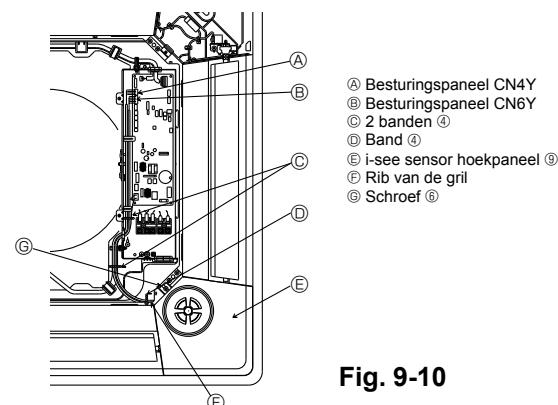

Fig. 9-10
9.6. Installatie van het i-see sensor hoekpaneel (Fig. 9-10)